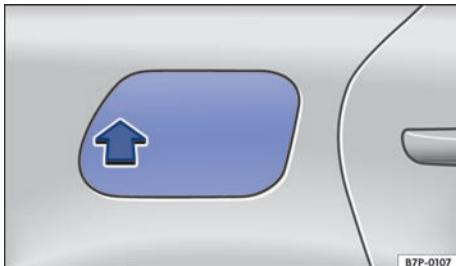

图 221 在右后侧围板中：打开油箱盖
- 用汽车钥匙或驾驶员车门上的中央控制门锁按钮② 将汽车解锁 → 第 42 页。
- 沿箭头方向按压油箱盖 → 图 221。油箱盖略微弹出。